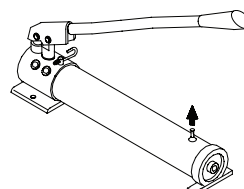

Figure 7 - Tirez sur le bouchon vers le haut avant d'utiliser la pompe, pesez dessus pour la déplacer ou la ranger.
- Tirez sur le bouchon à événements pour faire sortir sa tige avant d'utiliser la pompe et pesez dessus si vous la déplacez ou la rangez (figure 7).